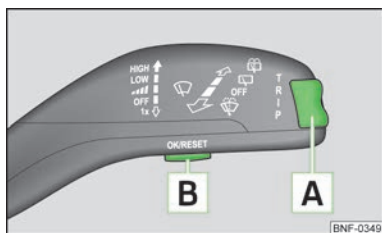

Fig. 7
Comutarea între cele două memorii se face de la tasta » fig. 7 la pagina 12 din maneta de acționare a ștergătoarelor.
Tasta basculantă **A** și tasta **B** se găsesc în maneta de acționare a ștergătoarelor de parbriz » fig. 7.
› Apăsați repetat tasta **B** » fig. 7.
› Apăsați scurt pe tasta basculantă **A** » fig. 7, în partea de sus sau în partea de jos. Astfel accesați consecutiv funcțiile individuale ale afişajului multifuncțional.
- › Apăsați mai lung tasta **B** » fig. 7.
- › Apăsați tasta basculantă **A** » fig. 7 la pagina 12 în sus sau în jos, pentru a comuta pe afișarea orei.
Pe ecran apare durata de deplasare de la ultima ștergere a memoriei » pagina 11. Dacă se dorește măsurarea timpului începând de la un anumit moment, atunci la acel moment memoria trebuie adusă la zero, prin apăsarea tastei **B** » fig. 7 la pagina 12.
Dacă se dorește determinarea consumului mediu de combustibil într-un anumit interval de timp, atunci trebuie adusă la zero memoria la începutul măsurării, cu ajutorul tastei **B** » fig. 7 la pagina 12. După ștergere, în primii 300 metri, pe afișaj se vor afișa linii.
Pe display apare distanța parcursă de la ultima ștergere a memoriei » pagina 11. Dacă se dorește măsurarea distanței de deplasare începând de la un anumit moment, atunci la acel moment memoria trebuie adusă la zero, prin apăsarea tastei **B** » fig. 7 la pagina 12.
Pe afișaj este indicată viteza medie în km/h de la ultima ștergere a memoriei » pagina 11. Dacă se dorește măsurarea vitezei medii într-un anumit interval de timp, atunci trebuie adusă la zero memoria la începutul măsurării, cu ajutorul tastei **B** de pe maneta ștergătoarelor de parbriz » fig. 7 la pagina 12.
» Cu ajutorul tastei **A** » fig. 7 la pagina 12, selectați punctul de meniu **Avertizare la depășirea vitezei**.
- Cu ajutorul tastei **A** » fig. 7 la pagina 12, selectați punctul de meniu **Avertizare la depășirea vitezei**.